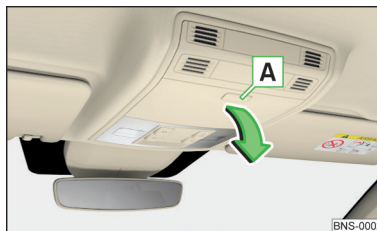

Fig. 119
- Pentru **deschidere** apăsați butonul **A**. Compartimentul se rabatează în sensul săgeții » **fig. 119**.